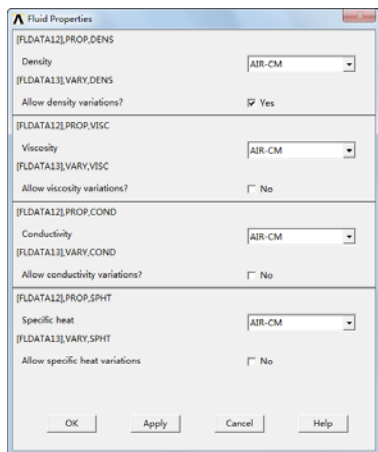

图 6-20 “Fluid Properties”对话框
①依次选择 Utility Menu→Select→Everything。
②依次选择 Main Menu→Preprocessor→FLOTRAN Set Up→Fluid Properties，会弹出“Fluid Properties”对话框，如图 6-20 所示。
③在“Fluid Properties”对话框中，在“Density(DENS), Viscosity(VISC), Conductivity(COND)”和“Specific heat(SPHT)”后的选择列表中选择“AIR-CM”，将“Allow density variations?”后的“No”状态改变为“Yes”状态，如图 6-20 所示。